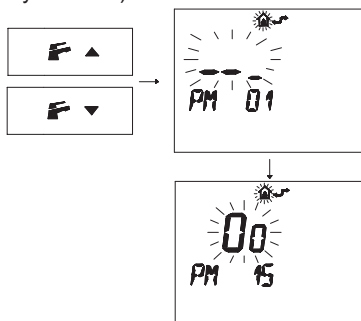

Рисунок 5.58
- Нажмите кнопку **F** **▲** или **F** **▼**, чтобы вывести на дисплей параметр «PM15» для включения внешнего датчика (Рисунок 5.58).